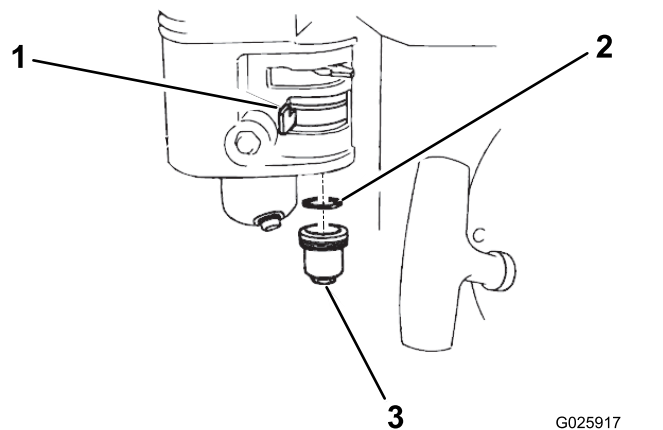

Figura 33
- Mova a válvula de corte do combustível para a posição DESLIGAR (Figura 33).
- Retire o copo de sedimentos e anel de retenção (Figura 33).
- Coloque o anel de retenção na válvula de corte do combustível e instale o copo de sedimentos (Figura 33). Aperte bem o copo de sedimentos.